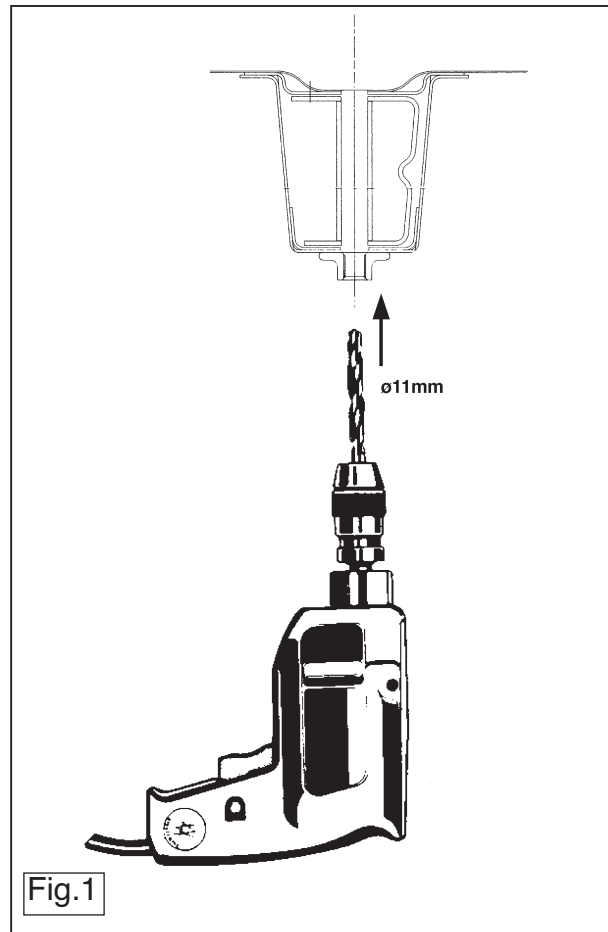

Fig.1
4. Allargare a $\varnothing 11\text{ mm}$ i fori filettati A così liberati (fig. 1).
4. Wywiercić od strony otwory przewodowe A do $\varnothing 11$ mm (Patrz rysunek 1).